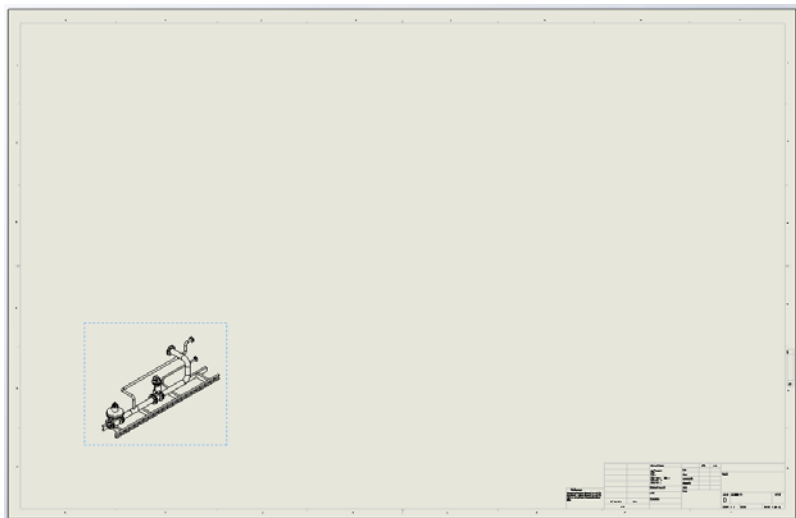

图 18-107 放置视图
④ 在对话框中选取“标准图纸大小”，然后在其列表中选取“D (ANSI) 横向”，单击“确定”按钮。有一新工程图打开，出现“模型视图”属性管理器。
⑤ 在“模型视图”属性管理器中，在要插入的零件/装配体下选取“分流管路”装配体。然后单击“下一步”按钮。在方向下为标准视图选择“*等轴测”，在尺寸类型下选择“真实”，在图形区域中单击放置图 18-107 所示视图。完成后单击“确定”按钮。